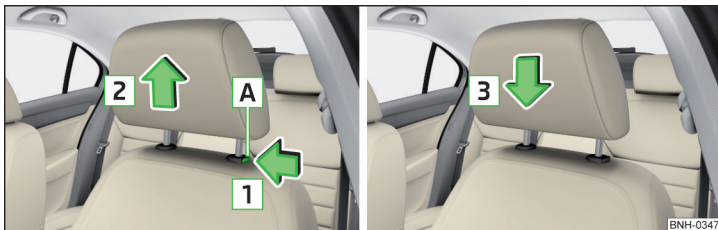

Fig. 76 Scoaterea/introducerea tetierei din față
- » Pentru **scoatere**, mențineți tasta de siguranță **A** în sensul săgeții **1** și scoateți tetiera în sensul săgeții **2** » fig. 76.